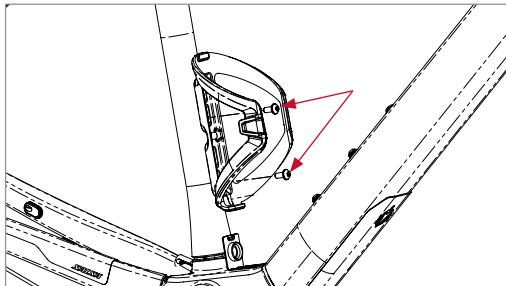

Figure 8
3. Remettez les vis en place pour fixer le porte-bidon à l'endroit désiré sur le cadre (figure 8). Serrez les vis à 4–5 Nm.